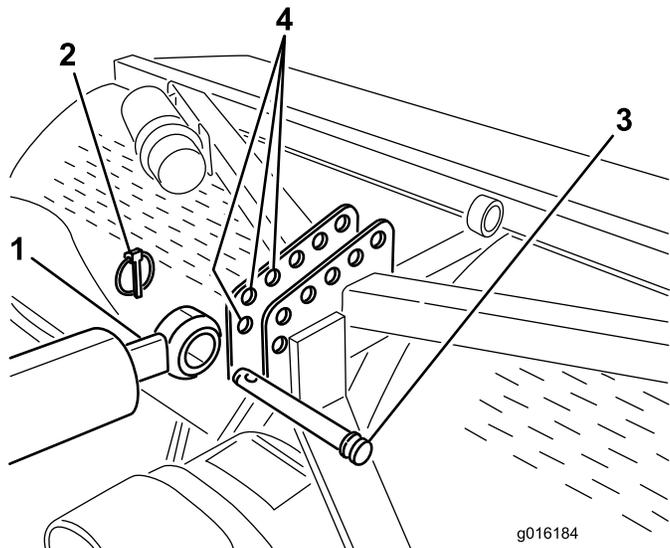
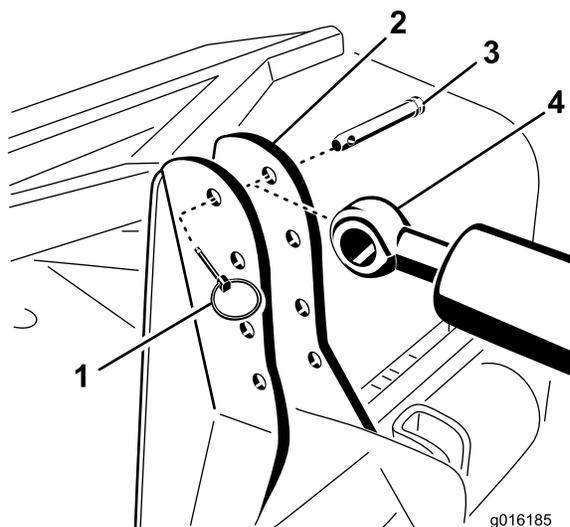
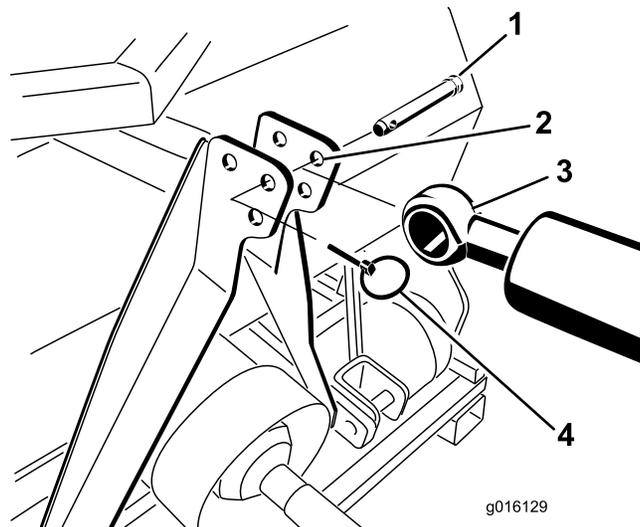

Рисунок 6
Рисунок 7
Рисунок 8
7. Прикрепите конец штока гидравлической верхней тяги к крайнему переднему отверстию в кронштейне аэратора с помощью соединительного пальца и шплинта (Рисунок 6, Рисунок 7 или Рисунок 8).